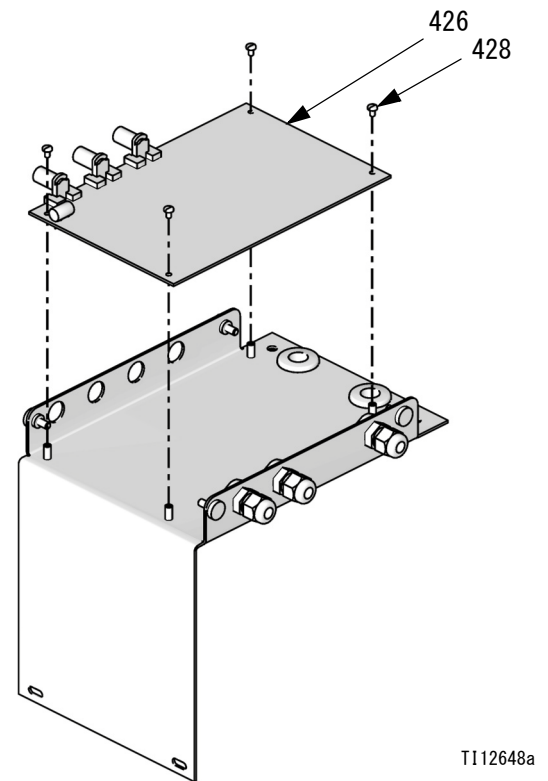

図 28: 制御盤の取り外し
4. 4 つのねじ (428) を取り除きます。制御盤 (426) を取り除いてください。図 28.